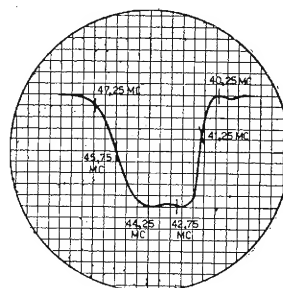

Fig. 10.11.
- G - Controllare che la curva totale sia uguale a quella di fig. 10.11 eventualmente ritoccare l'accordo dei vari circuiti fino a ottenere la curva esatta.